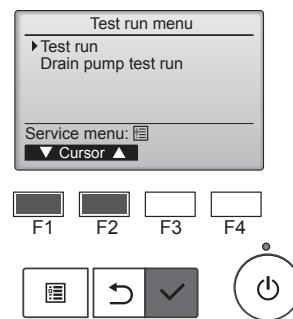

Fig. 6-5
- ④ С помощью кнопки [F1] или [F2] выберите пункт "Test run" (Тестовый прогон) и нажмите кнопку . (Fig. 6-5)